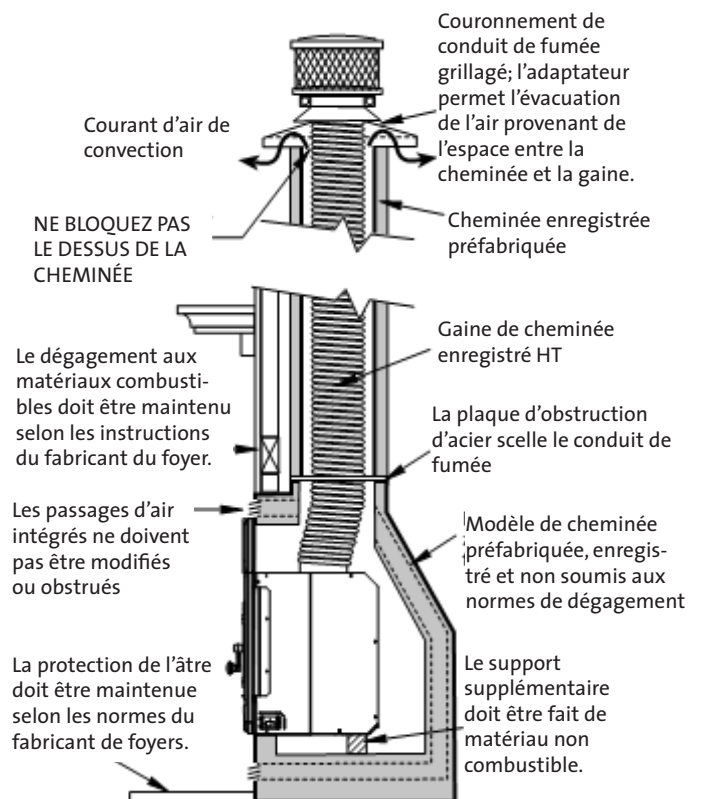

Figure 3. Exigences d'installation pour un foyer fabriqué en usine.
- LA PLAQUE SUPÉRIEURE DE LA GAINE NE DOIT PAS BLOQUER LA CIRCULATION DE L'AIR ENTRE LES PAROIS DE RÉFROIDISSEMENT DU SYSTÈME DE CHEMINÉE À RÉFROIDISSEMENT D'AIR FABRIQUÉ EN USINE. Ces passages d'air DOIVENT demeurer ouverts dans toutes les conditions afin de maintenir un refroidissement de l'air adéquat dans le système de cheminée. Voir la figure 3.